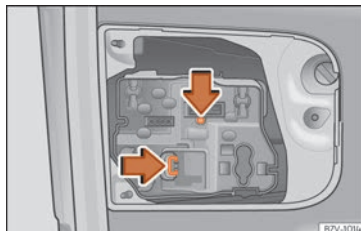

Fig. 69 Dans le hayon arrière : retirer le porte-ampoule.
- Appuyez sur les languettes de fixation dans le sens de la flèche » » fig. 69 et retirez le porte-ampoule.